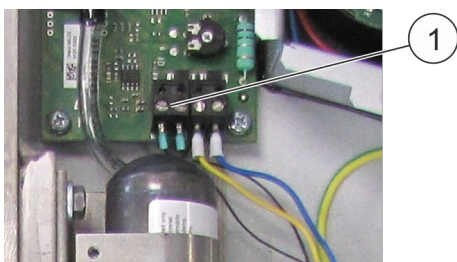

Fig. 49 : Raccord contrôle des pertes
- 10.** ➤ Dévisser le raccord électrique (Fig. 49 /1) de la surveillance des pertes.